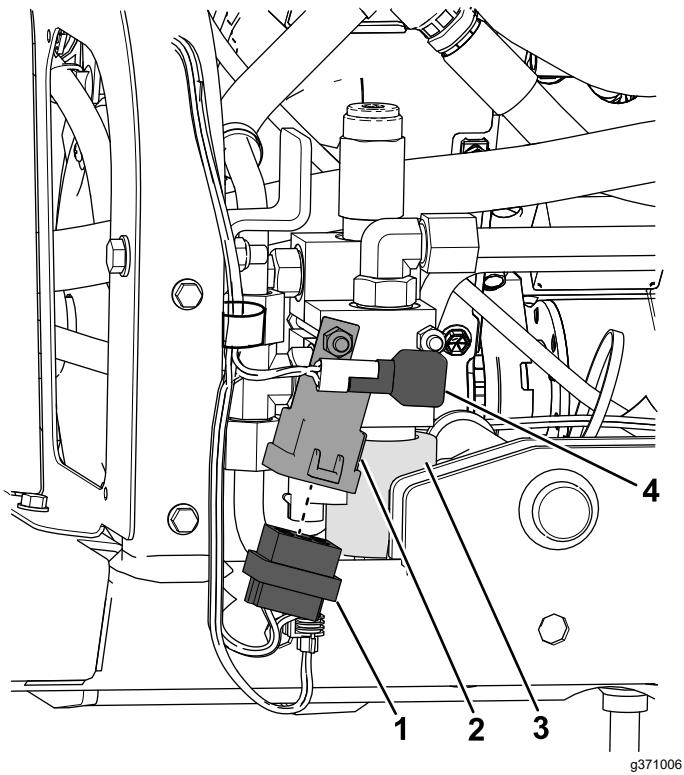

Figura 35
8. Collegate il connettore quadrato al relè montato vicino alla valvola (Figura 35).
9. Collegate il connettore piccolo alla nuova valvola (Figura 35).